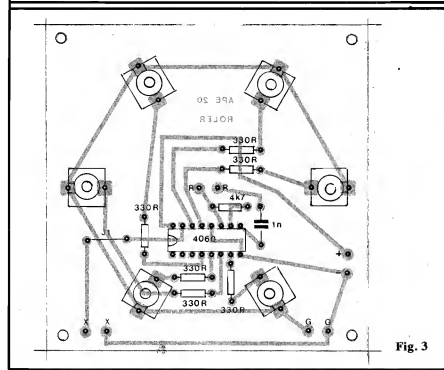

Fig. 3
A fig. 3 (placa vista pelo lado não cobreado, com o "chapeado" da montagem) detalha o posicionamento das peças sobre o Circuito Impresso. Observar a posição do Integrado, os valores dos resistores, a colocação dos 6 jaques e a existência de um jumper (J1), formado por um simples pedaço de fio interligando duas ilhas. Algumas "não ocupadas" na fig. 3 destinam-se às ligações externas detalhadas adiante.
- 4-A - Os terminais **vivo (V)** e **terra (T)** de cada um dos 6 jaques deverão ser "encompridados" com pedaços de fio n.º e rígido previamente soldados a esses terminais.
- 4-B - Estilização dos jaques no "chapeado" (fig. 3) destacando-se a importante identificação dos seus terminais.